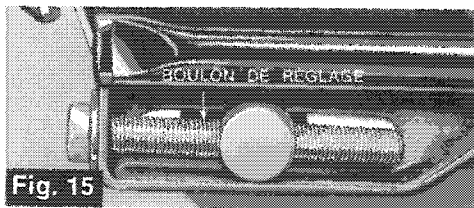

Fig. 15
2. Réglez la tension en tournant les boulons de réglage des tendeurs, vers la droite pour l'augmenter, vers la gauche pour la relâcher, et assurez-vous que les deux côtés sont réglés également (fig. 15).